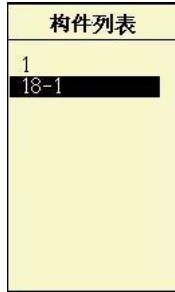

图 6.4 构件选择
3. 构件：用于设置被测构件的构件名称，用户直接输入即可，如果用户想打开并查看已经完成测试的构件的检测数据，按 **确认** 键选择相应的构件即可，如图 6.4，和工程的输入完全相同，需要注意的是，输入的字符不能超过 8 位。